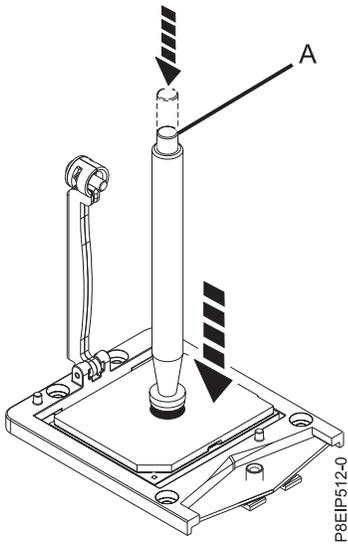

Figura 79. Bloqueo del lápiz de vacío en el módulo de procesador del sistema
8. Baje la herramienta de lápiz de vacío hasta el módulo de procesador del sistema. Presione la parte superior del lápiz (**A**) y manténgalo en el centro del módulo de procesador, como se muestra en la Figura 79. Libere la parte superior del lápiz para fijarlo al módulo de procesador.